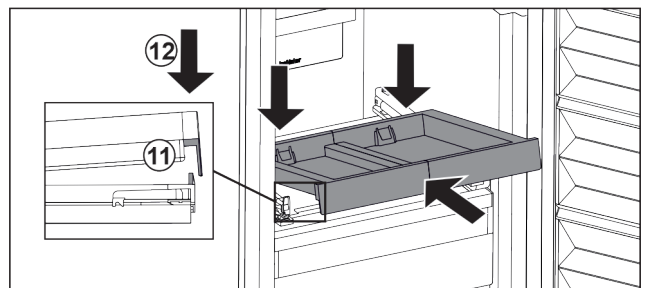

Fig. 22
- ▶ Gurnite ukoso. Pazite na to da je na obje strane graničnik iza jezičca. Fig. 22 (11)
- ▶ Spustite izvlačnu ploču naprijed. Fig. 22 (12)